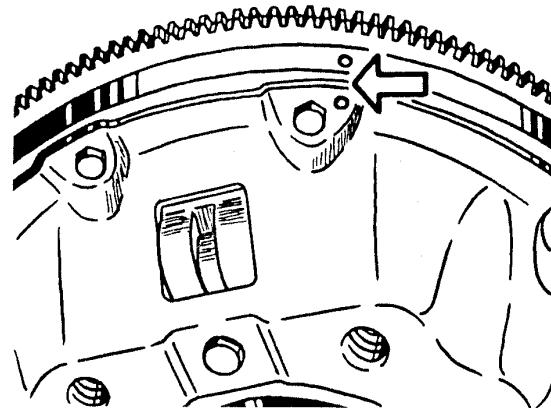

Рис.67. Расположение меток на маховике и кожухе сцепления
- привернуть к маховику нажимной диск сцепления с кожухом в сборе, предварительно отцентрировав ведомый диск сцепления при помощи шлицевой оправки (в качестве оправки можно использовать первичный вал коробки передач) по подшипнику в заднем торце коленчатого вала. Метки «0», выбитые на кожухе нажимного диска и маховике около одного из отверстий для болтов крепления кожуха, должны быть совмещены (рис.67). Затяжку болтов крепления кожуха производить с крутящим моментом 19,6...24,5 Н·м (2...2,5 кгс·м).